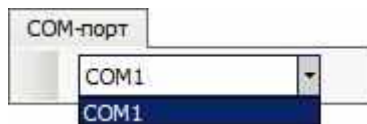

Рисунок 8.5 – Меню «СОМ-порт»
8.5 При нажатии на **«СОМ-порт»** раскроется меню (рисунок 8.5). Из выпадающего списка нужно выбрать соответствующий порт, к которому подключён преобразователь RS-485.